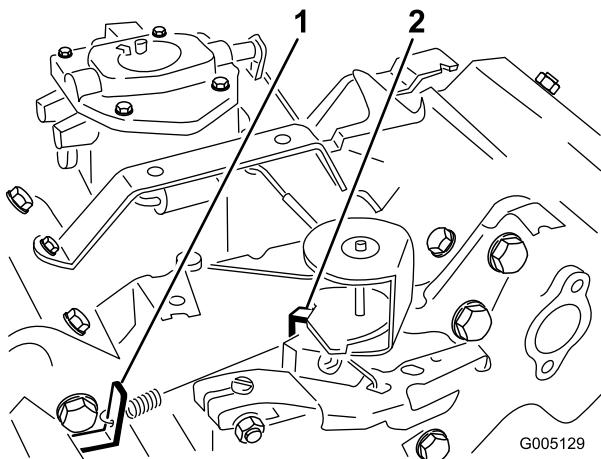

Figura 36
3. Piegate la linguetta di ancoraggio della molla regolata al minimo (Figura 36) per ottenere una minima di 1650 ± 100 giri/min. Controllate la velocità con un tachimetro.
- Mettete il comando dell'acceleratore in posizione Fast. Piegate la linguetta di ancoraggio della molla del massimo (Figura 36) per ottenere una velocità massima di 2850 ± 50 giri/min.